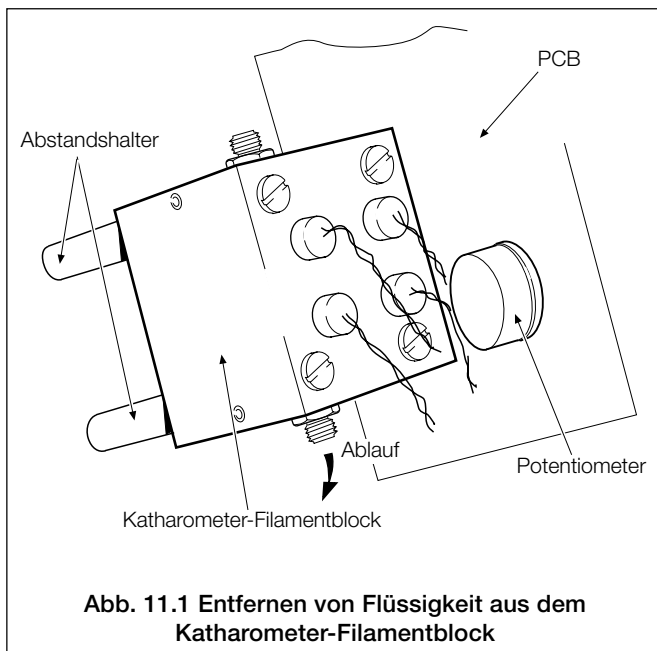

Abb. 11.1 Entfernen von Flüssigkeit aus dem Katharometer-Filamentblock
11.4.1 Entfernen von Flüssigkeit aus dem Katharometer-Messblock – Abb. 11.1
- Die Katharometer-Filamentblock-Baugruppe aus dem Gehäuse entnehmen und 45° zur Horizontalen kippen. Die Flüssigkeit kann jetzt aus dem Messblock abfließen – siehe Abb. 11.1.